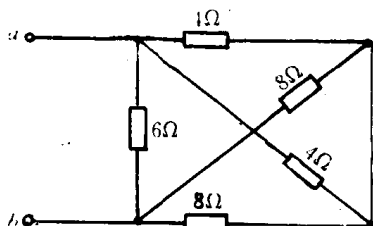
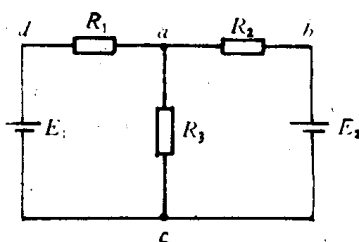

图 1-2 简单电路
图 1-3 复杂电路
凡能用欧姆定律和电阻串、并联求解的电路,称为简单电路,如图 1-2 所示。否则,就称为复杂电路。如图 1-3 所示。
**支路:**电路中每一段无分支的电路称为支路。如图 1-3 中的  $adc$ ,  $ac$ ,  $abc$  三条支路。其特点是:支路中各元件通过同一个电流。
**节点:**三条或多条支路的交点称为节点。如图 1-3 中的  $a$  点和  $c$  点。
**回路:**电路中任一闭合的路径称为回路。在图 1-3 中有  $abcda$ ,  $abca$ ,  $adca$  三个回路。在平面电路中,回路除组成本身的支路外,不含其它支路时,称为网孔,如图 1-3 中的  $abca$  和  $acda$ 。